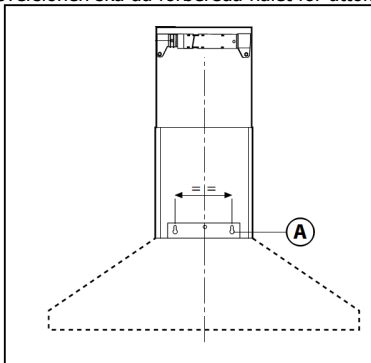

Fig.2
- Borra hålen A och tänk på avstånden som anges (bild 2).